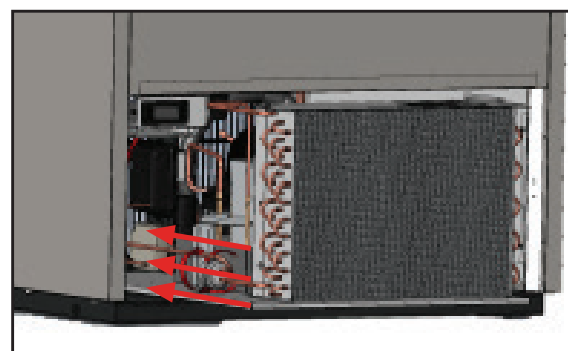

Рис. 7. Установить конденсатор на место.
10. Аккуратно задвинуть блок компрессора на место и закрепить его болтами. См. рис. 7.